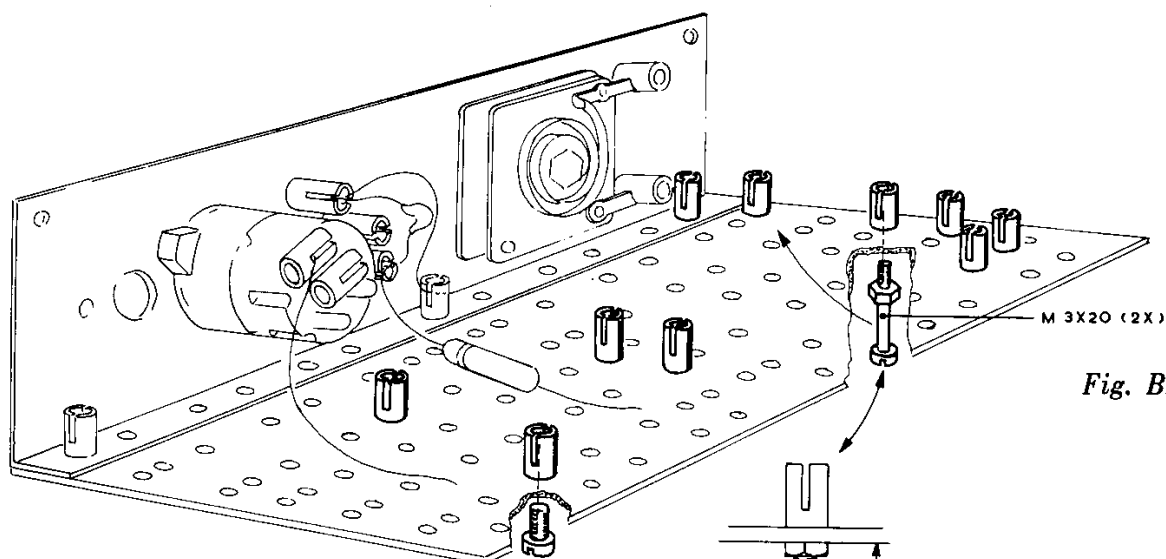

Fig. B2
4. Zet eerst aan de onderzijde tien klemmen KL 1 N (met één gleuf) vast aan de bruine isolatieplaat (fig. B2). Twee van deze klemmen moeten worden bevestigd met lange bouten M 3 × 20 (doorsnede 3 mm; lengte 20 mm) en bijpassende moeren. Zorg er voor, dat de koppen van deze lange bouten 18 mm boven de montageplaat uitsteken (zie ook fig. B3).